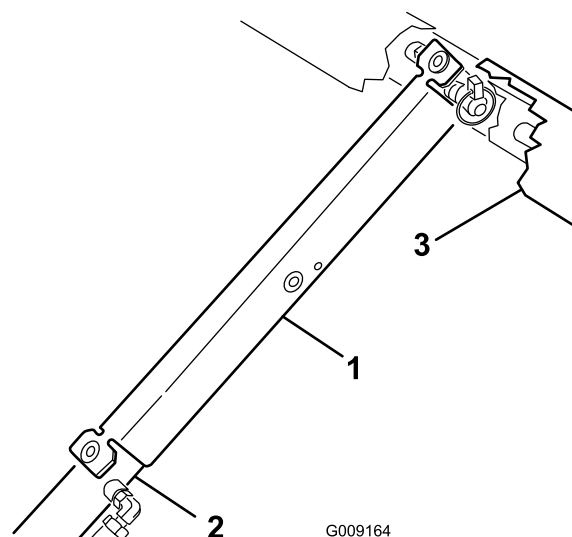

Figura 2
del cilindro e sull'estremità dell'asta del cilindro (*Figura 2*).
1. Rimuovete il supporto del pianale dall'asta del cilindro e rimuovete il supporto (Figura 2); fate riferimento a Preparazione all'installazione del kit.